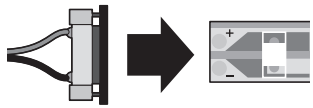

Bild 3
2. Verschluss des Einspeisungsverbinders herausziehen (Bild 3).